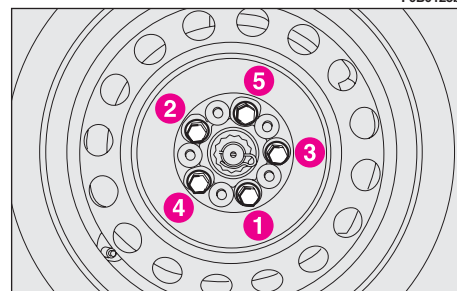

fig. 10
22) saque el gato y apriete a fondo los tornillos, pasando alternativamente de un tornillo al otro diametralmente opuesto, siguiendo el orden ilustrado en la **fig. 10**;